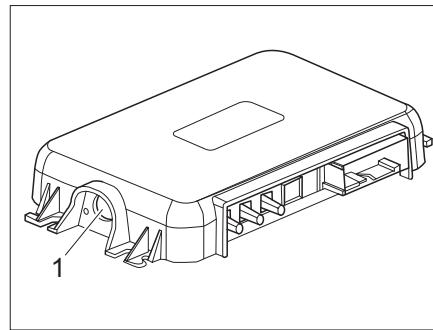

Fig. 299 Tecla de emparejamiento en el SCU
- Presionar la tecla de emparejamiento del SCU (Fig. 299,1). El vehículo y el dispositivo móvil ahora están emparejados.